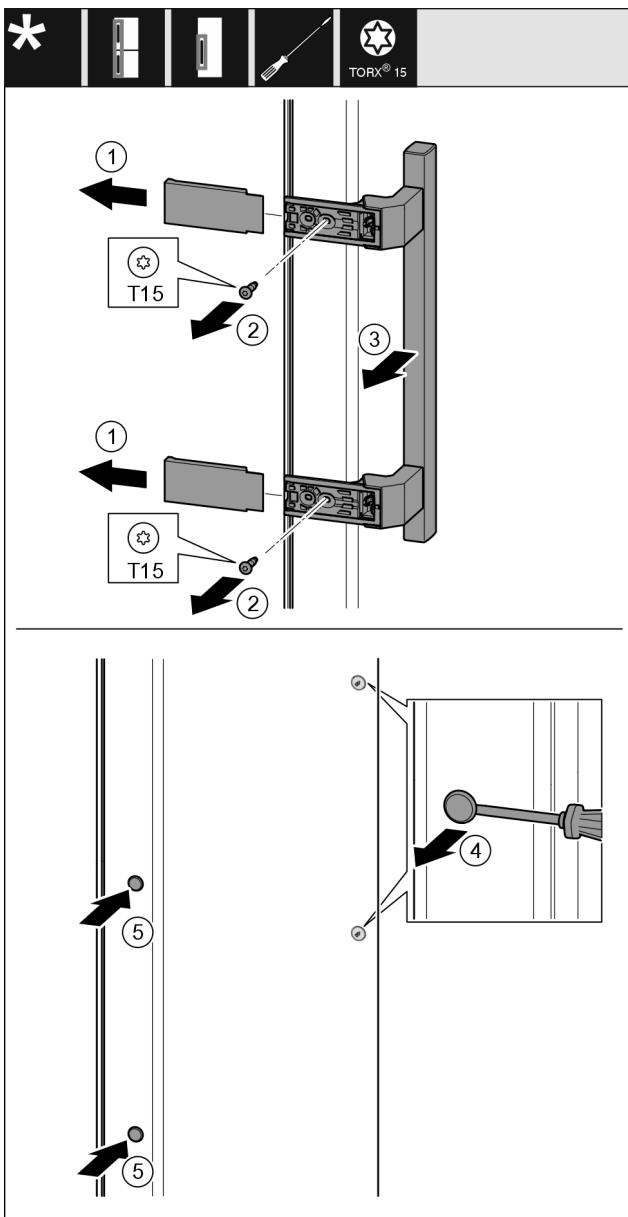

Fig. 21
- ▶ Hiqni kapakun mbulues Fig. 21 (1).
- ▶ Lironi vidat Fig. 21 (2) me një kaçavidë.
- ▶ Hiqni dorezën Fig. 21 (3).
- ▶ Ngrini lart me kujdes tapën anësore Fig. 21 (4) me një kaçavidë me kokë petë dhe nxirreni jashtë.
- ▶ Vendosni sërish tapën Fig. 21 (5) në anën tjetër.